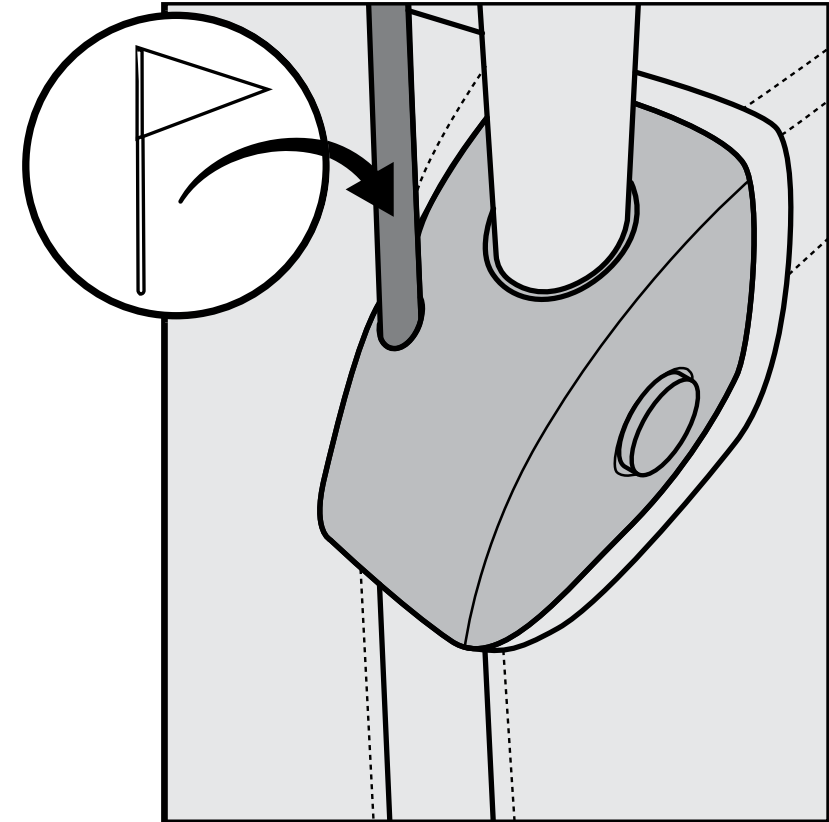

Abbildung 23
1. Den Wimpel in den Wimpelhalter an einer der Lenkeraufnahmen einsetzen. Darauf achten, dass er ganz eingesetzt ist. (Abbildung 23)